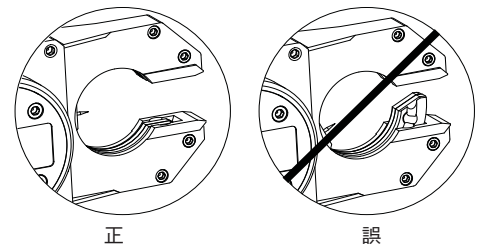

図 43：ローターの位置
3. ローターの位置が適切であることを確認します。図 43 をご参照ください。